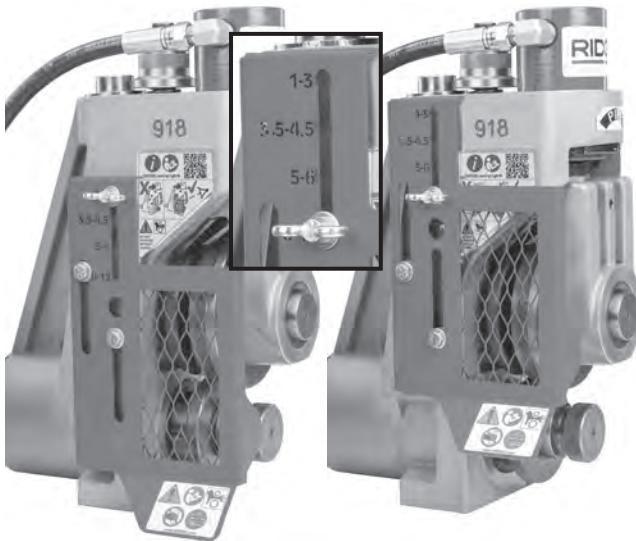

Figure 12 – Positionnement du carter réglable
3. Desserrez la vis papillon. Réglez la position du carter pour que la plage de diamètres appropriée s'aligne sur la position de la vis papillon. Réglez le carter de manière appropriée afin de limiter les risques d'enchevêtrement et de grave blessure corporelle (Figure 12).